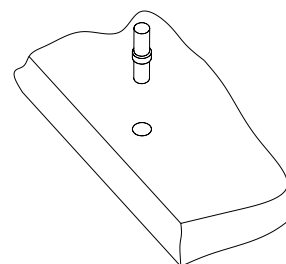

Рис.9
9. Установите полкодержатели в соответствующие плоскостные отверстия деталей 1, 2 (Рис. 9).